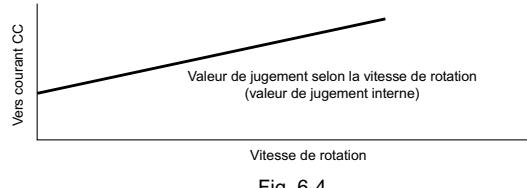

Fig. 6-4
La Fig. 6-4 représente le contrôle de vitesse de rotation. Lorsque la tension à la broche ⑪ du microprocesseur dépasse la valeur définie, le microprocesseur réduit la vitesse de rotation du compresseur, ainsi que la charge.